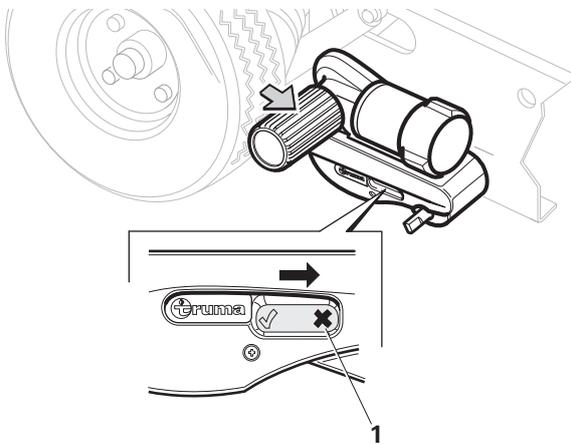

Bild 10
- Anschwenkschlüssel entgegen der Richtung des Reifens drehen bis die Antriebsrolle in der Endstellung sicher einrastet. Der Positionsindikator im Gehäuse steht jetzt auf „X“ (Bild 10 - 1).